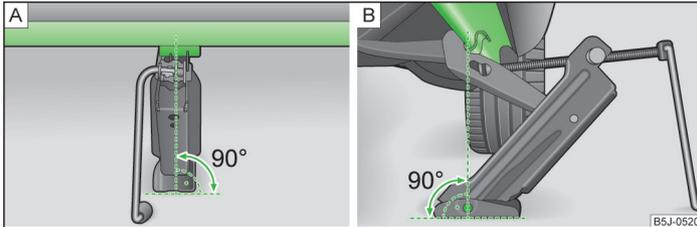

Fig. 146 Colocar el gato
- Fijar el gato de modo que la garra abarque el alma vertical » fig. 146 - [B].
- Apoyar la placa base del gato con toda la superficie en un suelo recto y asegurarse de que el gato se encuentra en posición vertical respecto a la posición en la que la garra abarca el alma » fig. 146 - [A].